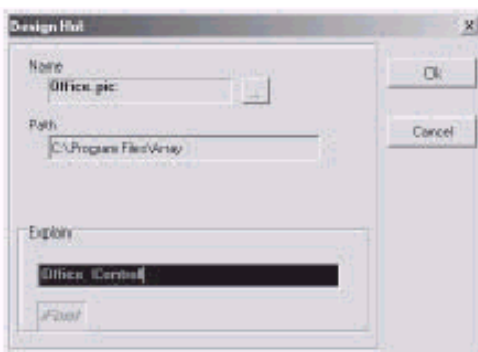

Fig. 4-38 Definir Área de Trabajo
1. Haga clic en el icono rápido del área de trabajo  y mueva el mouse a la posición en la cual colocar dicha área, luego muévala junto con el rectángulo que aparece y haga clic en la posición donde aparece el rectángulo, aparecerá el cuadro de diálogo de la Fig. 4-38. Si Ud. desea modificar el área definida, simplemente haga doble clic en el área en el diagrama y se abrirá el cuadro de diálogo de definición de área de la Fig. 4-38.